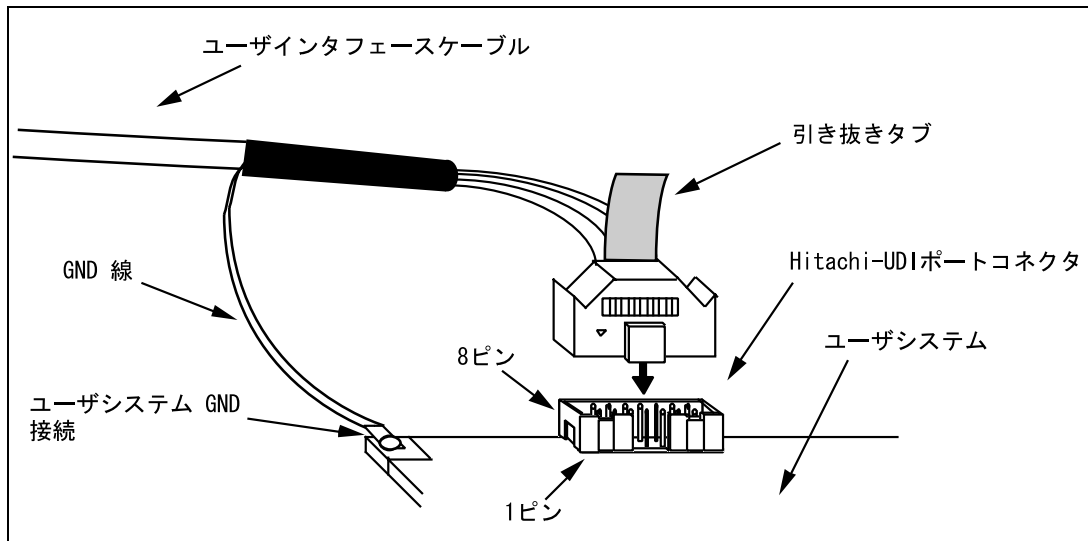

図 2.4 ユーザシステム側のユーザインタフェースケーブル接続方法
- (2) コネクタのピン配置は、「6.2章 Hitachi-UDIポートコネクタのピン配置」に示すように配置されています。
- (3) コネクタ使用時のユーザインタフェースケーブルの接続方法を図2.4に示します。ケーブルのGND線はユーザシステムのGNDに接続してください。また、GNDにネジ止めする場合は $\phi 3$ (mm)のネジを用意してユーザシステムのGNDに接続してください。